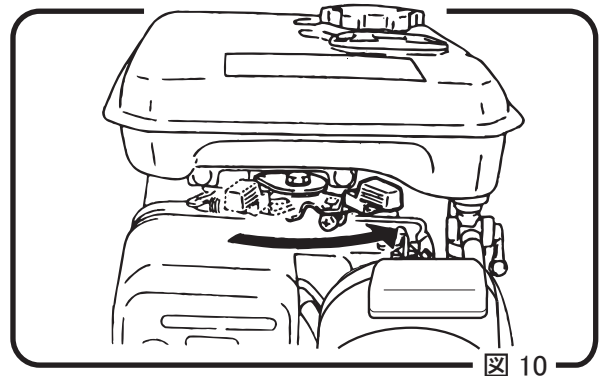

図 10
8.2.1 調速レバーを操作し、エンジンを最高セット回転数まで上げて作業を始めます。(図 10)